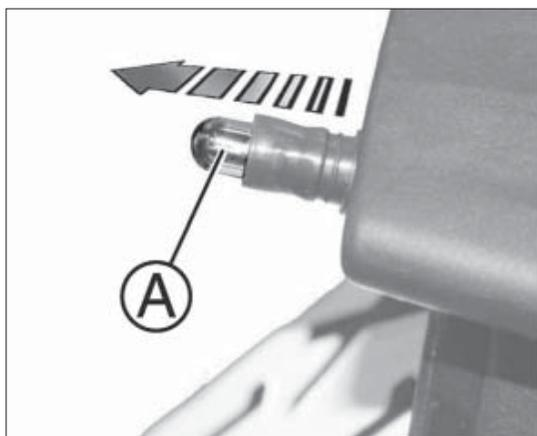

fig. 6
- détachez la lampe A fig. 6 de la douille.
- remplacez la lampe détériorée et rebranchez la nouvelle lampe à la douille A fig. 6, en vérifiant qu'elle est bien introduite ;